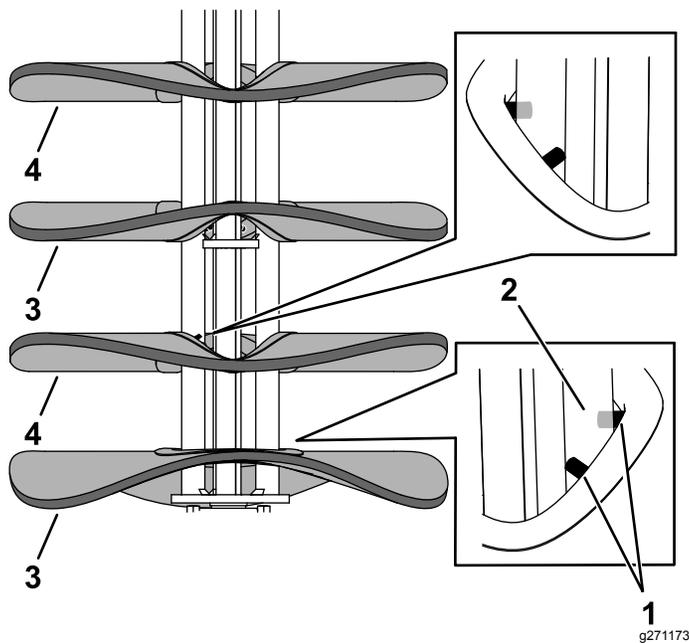

Figure 10
2. Placez le balai à la verticale en appui sur une extrémité de la monture. En commençant par une brosse en polypropylène, installez les brosses neuves en prenant soin de placer les ergots à cheval sur les tiges de la monture (Figure 10). Montez alternativement une brosse en polypropylène et une brosse métallique, en espaçant chaque brosse de 180°.